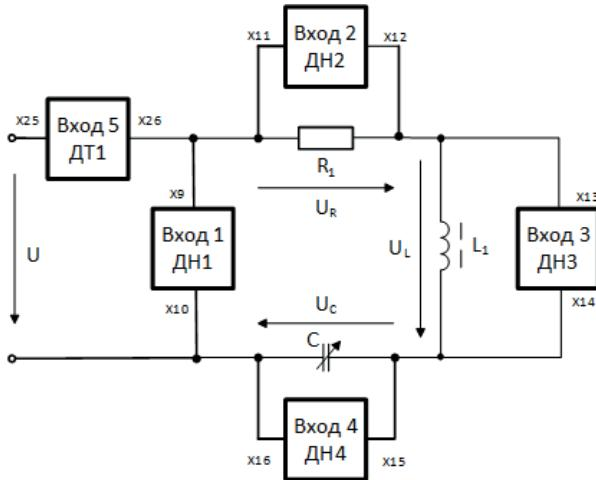

Рис.4
3.2. Собрать электрическую цепь с последовательным соединением элементов, установив минимодули резистора, батареи конденсаторов и дросселя L_1 , используемого в качестве индуктивного потребителя Z_L (рис. 4).